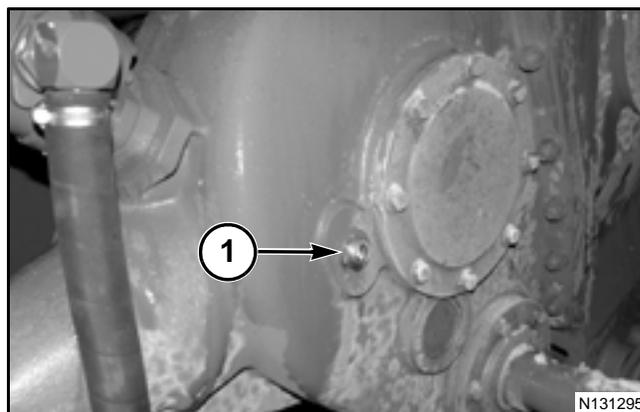

FIG. 11
FIG. 11: El nivel de aceite lleno se muestra en la mirilla (1). Revíselo con el enfardador estacionado en una superficie plana. Revise el aceite cada 100 horas o 2,000 fardos. Añada aceite según sea necesario. Consulte la sección Especificaciones para conocer el tipo y la cantidad correcta de lubricante.